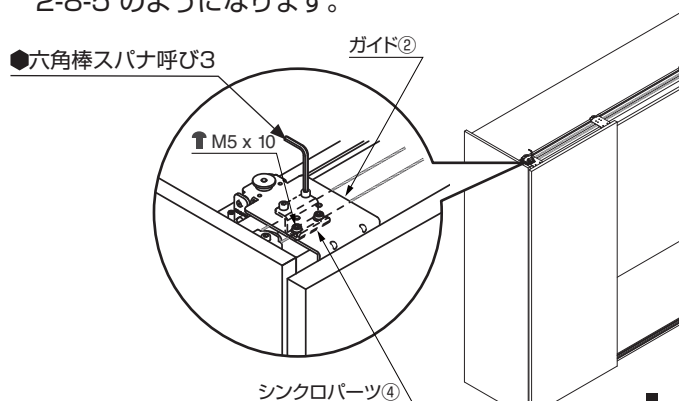

図 2-8-4
- (4) 組み込んだ扉を、向かって左側にいっぱい寄せてください。
- (5) 先に連動ロープに止めたシンクロパーツ④を、その扉の向かって左側のガイド②と図 2-8-4のように、ねじで連結してください。扉とシンクロパーツ③の向きは、図 2-8-5 のようになります。